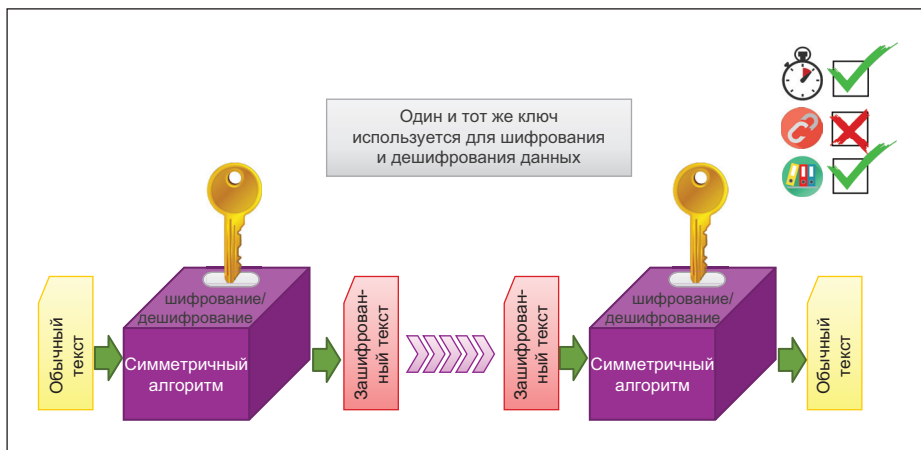

Рис. 2. Симметричное шифрование
- Симметричное шифрование (шифрование с одним ключом), где один и тот же ключ предусмотрен и для шифрования, и для расшифровки данных. Командный центр должен знать симметричный ключ для каждого устройства (рис. 2).